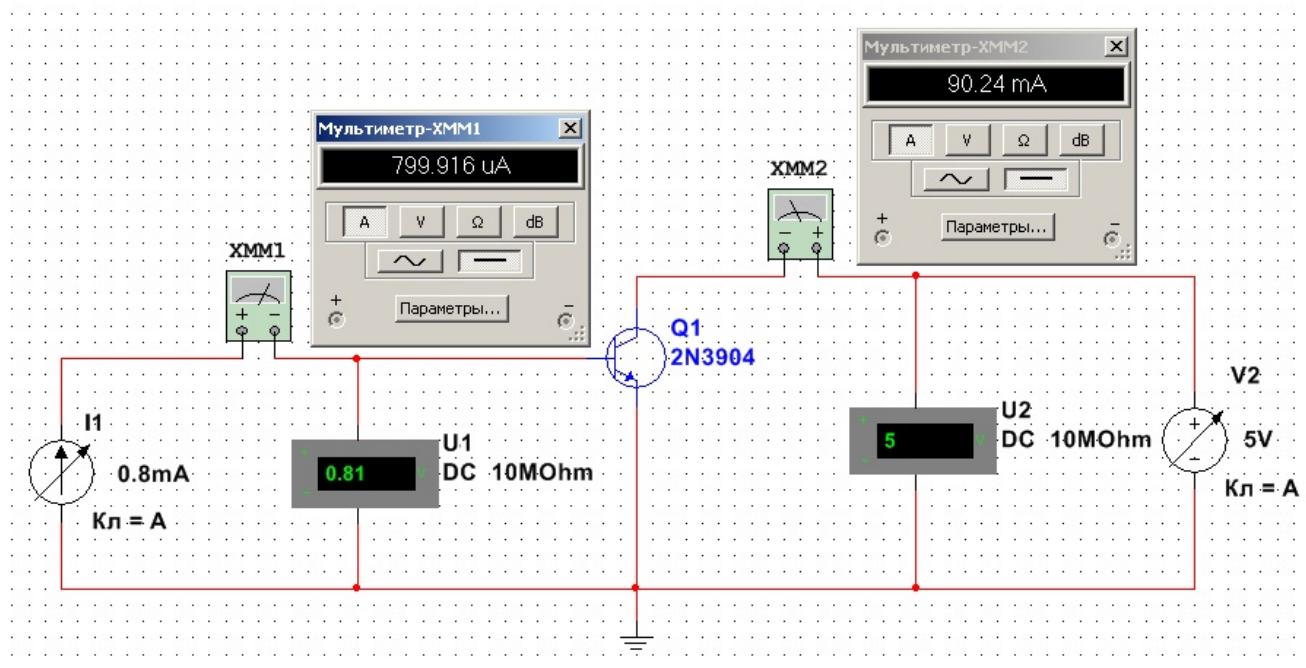

Рис. 1.4. Схема для измерения ВАХ транзистора
2. Нарисуйте схему, приведенную на рис. 1.4. Мультиметр в режиме работы амперметра ХММ1 измеряет ток базы, вольтметр U1 – напряжение база-эмиттер, вольтметр U2 – напряжение $U_{КЭ}$, а амперметр ХММ2 – ток коллектора транзистора.